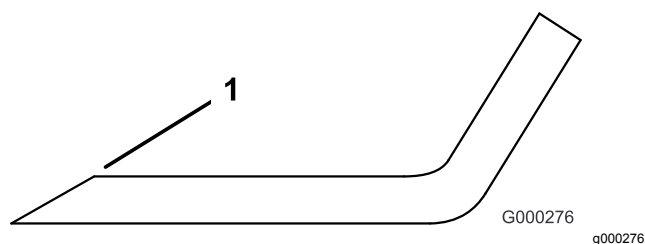

Figura 69
1. Afiar a extremidade de corte em ambas as extremidades da lâmina (Figura 69).